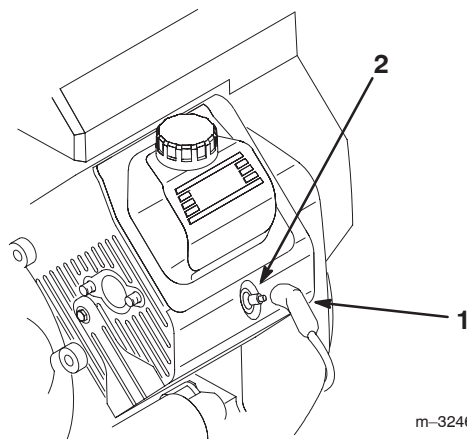

Figure 58
3. Débranchez les fils des bougies (Fig. 58).
3. Rebranchez les bougies (Fig. 58).